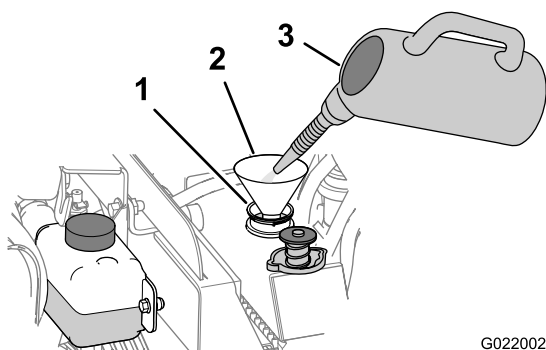

Рисунок 103
- B. Залейте чистящий раствор для системы охлаждения в радиатор через заливную горловину (Рисунок 103).